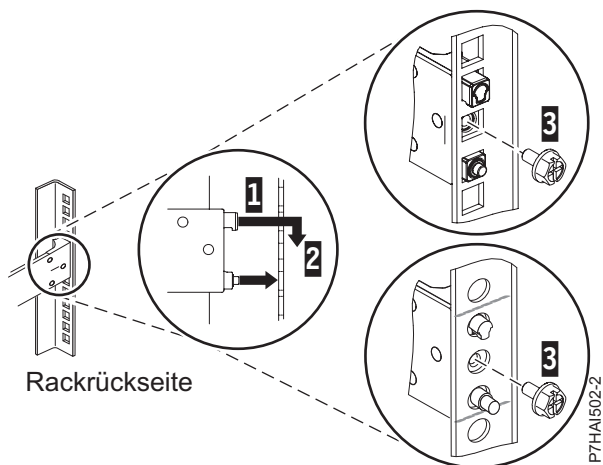

Abbildung 20. Stifte an den Bohrungen in der Rückseite des Racks ausrichten und in den Bohrlöchern einrasten lassen
3. Richten Sie die zwei Stifte an der Rückseite der Schiene an den zuvor markierten oberen und unteren Bohrungen in der ausgewählten EIA-Einheit aus. Ziehen Sie die Schiene zu sich heran, um die zwei Stifte in die Rackbohrungen (1) einzusetzen, und senken Sie die Schiene ab (2), damit der hakenförmige obere Stift einrastet. Einzelheiten finden Sie unter Abb. 20 auf Seite 26. Stellen Sie sicher, dass die zwei Stifte aus den Rackbohrungen herausragen, bevor Sie mit dem nächsten Schritt fortfahren.